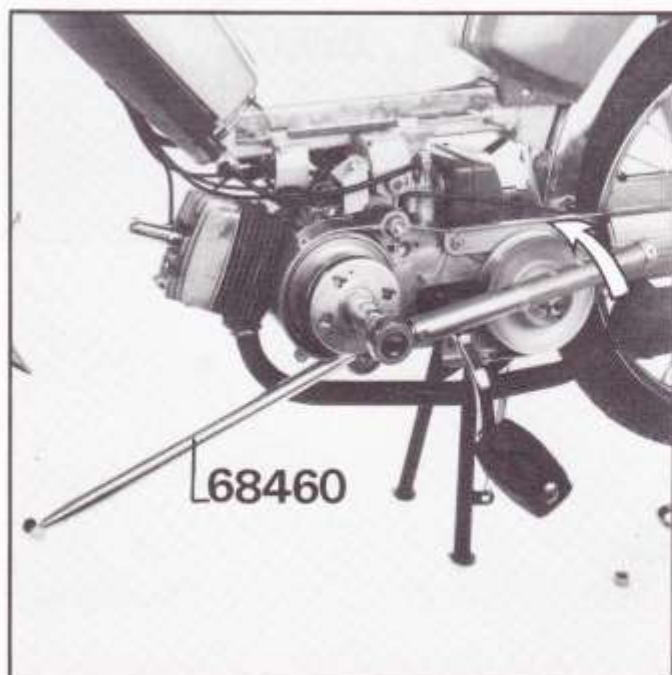

Fig. 31
- Débloquer l'écrou (W) en utilisant l'outil 68460 pour maintenir le tambour de l'embrayage (fig. 31),